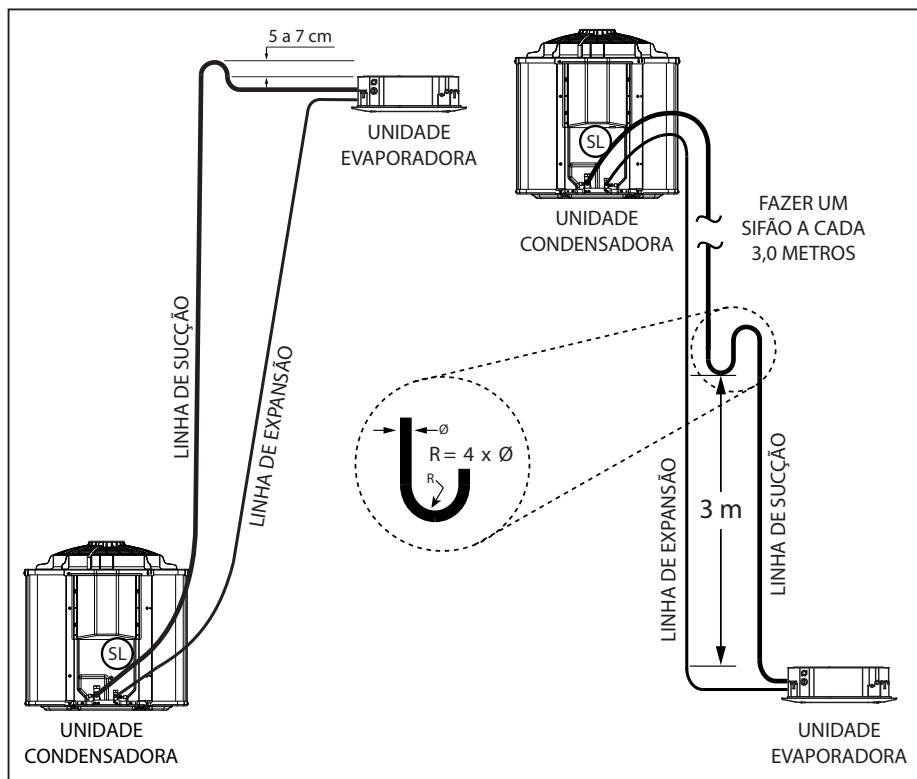

FIG. 26 - INSTALAÇÃO LINHAS DE INTERLIGAÇÃO
- 1º Elevar a linha de sucção acima da unidade evaporadora antes de ir para a unidade condensadora (entre 5cm e 7cm), quando a evaporadora estiver acima ou no mesmo nível da condensadora. (Fig. 26)
- 2º Quando a unidade condensadora estiver em um nível superior ao da unidade evaporadora, fazer sifões nas subidas da linha de sucção a **cada 3,0 m**, considerando desde a saída da evaporadora. (Fig. 26)